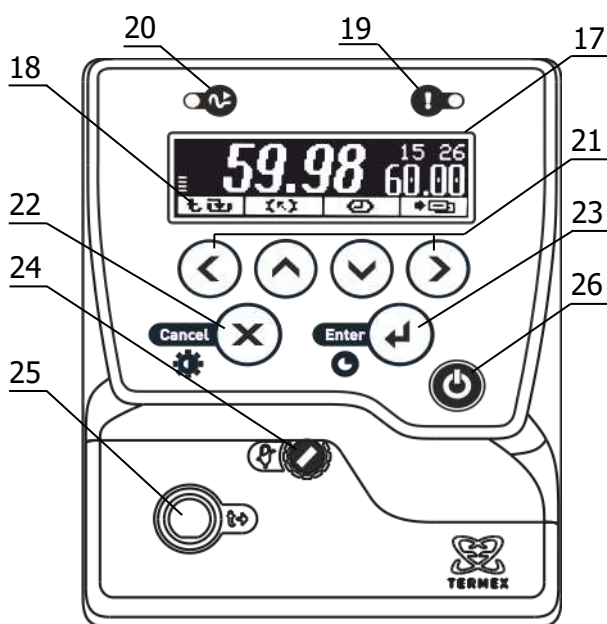

Рисунок 2 – Лицевая панель
Система безопасности блоков регулирования отключает двигатель насоса и нагреватель при срабатывании хотя бы одной из защит или неисправности датчика температуры (1.2.13). При срабатывании системы безопасности раздается звуковой сигнал, загорается индикатор 19 (рисунок 2) и на дисплей 17 выводится информация о причине неисправности.
2.3.1 После подключения сетевого кабеля к электрической сети блок регулирования переходит в режим ожидания. Подключение сопровождается кратковременной подсветкой дисплея 17 (рисунок 2).
2.3.6 Для регулировки яркости подсветки или контраста дисплея нажать кнопку 22 (✕), выбрать изменяемый параметр кнопками (▲) и (▼) и установить его значение кнопками (◀) и (▶). Зафиксировать изменение нажатием кнопки 23 (↩) (рисунок 2).
2.6.6 Для выбора уставки в качестве текущей кнопками (▲) и (▼) подвести к ней указатель. Значение отмеченной указателем уставки дублируется крупными цифрами в правой части дисплея. Для подтверждения выбора отмеченной уставки нажать кнопку 23 (↵). Для отмены выбора нажать кнопку 22 (✕) (рисунок 2).
2.6.7 Для изменения численного значения отмеченной указателем уставки нажать кнопку (▶). На рамке, обрамляющей значение уставки в правой части дисплея, появятся “засечки”, указывающие на изменяемую позицию в численном значении. Цифра в отмеченной позиции мигает. Нажатиями кнопок (▲) и (▼) установить требуемую цифру в отмеченной позиции. Если удерживать кнопку нажатой, значение уставки будет изменяться непрерывно. Нажатиями кнопок (◀) и (▶) переместить отметку изменяемой позиции. Дискретность изменения значения уставки зависит от положения изменяемой позиции: если отмечена позиция десятков, то при единичном нажатии кнопки (▲) или (▼) значение уставки изменится на 10 °С. Если отмечена позиция десятых долей, то значение уставки изменится на 0.1 °С соответственно. Закончить ввод нового значения уставки нажатием кнопки 23 (↵). Для возврата к значению уставки до ее изменения нажать кнопку 22 (✕) (рисунок 2).
2.7.3 При срабатывании защиты раздается звуковой сигнал и загорается красный индикатор срабатывания системы безопасности 19 (рисунок 2). Работа насоса и нагревателя будет блокирована. На дисплее отобразится текущее состояние системы защит.
2.7.5 После устранения причины срабатывания защиты или ее отключения кнопкой (►) индикатор 19 (рисунок 2) погаснет. Перевести блок регулирования в рабочий режим нажатием кнопки 23 (◀).